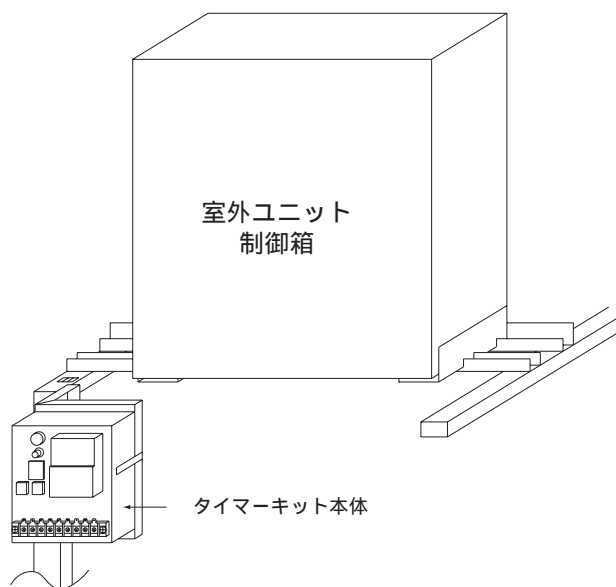

図2. タイマーキット組込図 (ICEY)
- (4) タイマーキット本体 を、取付板 に、取付ネジ（3本）を使って図2の様に取付けてください。尚、取付板の取付ネジ穴（3ヶ所）のうち、下側のネジ穴（1ヶ所）に予め取付ネジ（1本）を途中までねじ込んでからタイマーキットを取付けると作業が容易になります。